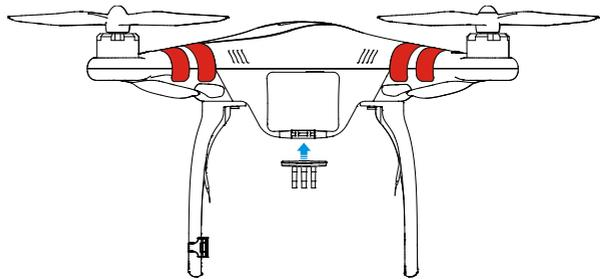

Fig.2
2. (Fig.2) Fixez le connecteur à l'appareil.